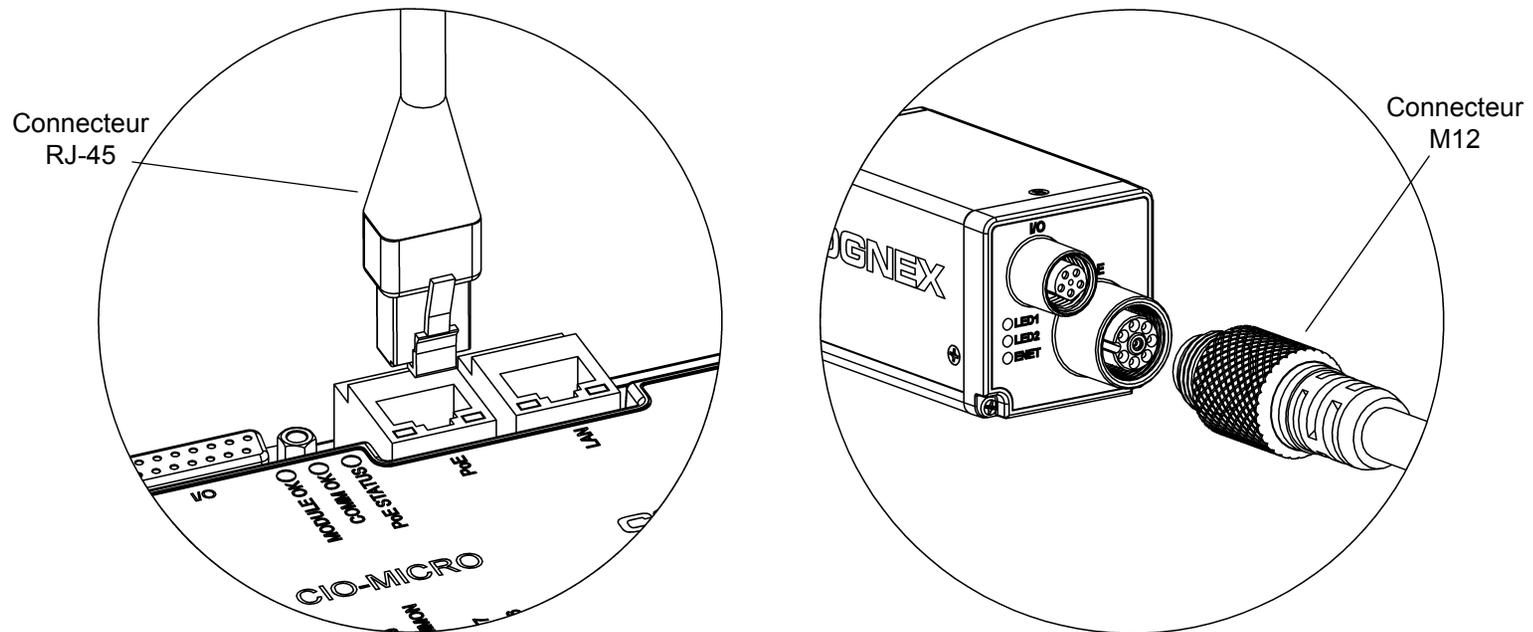
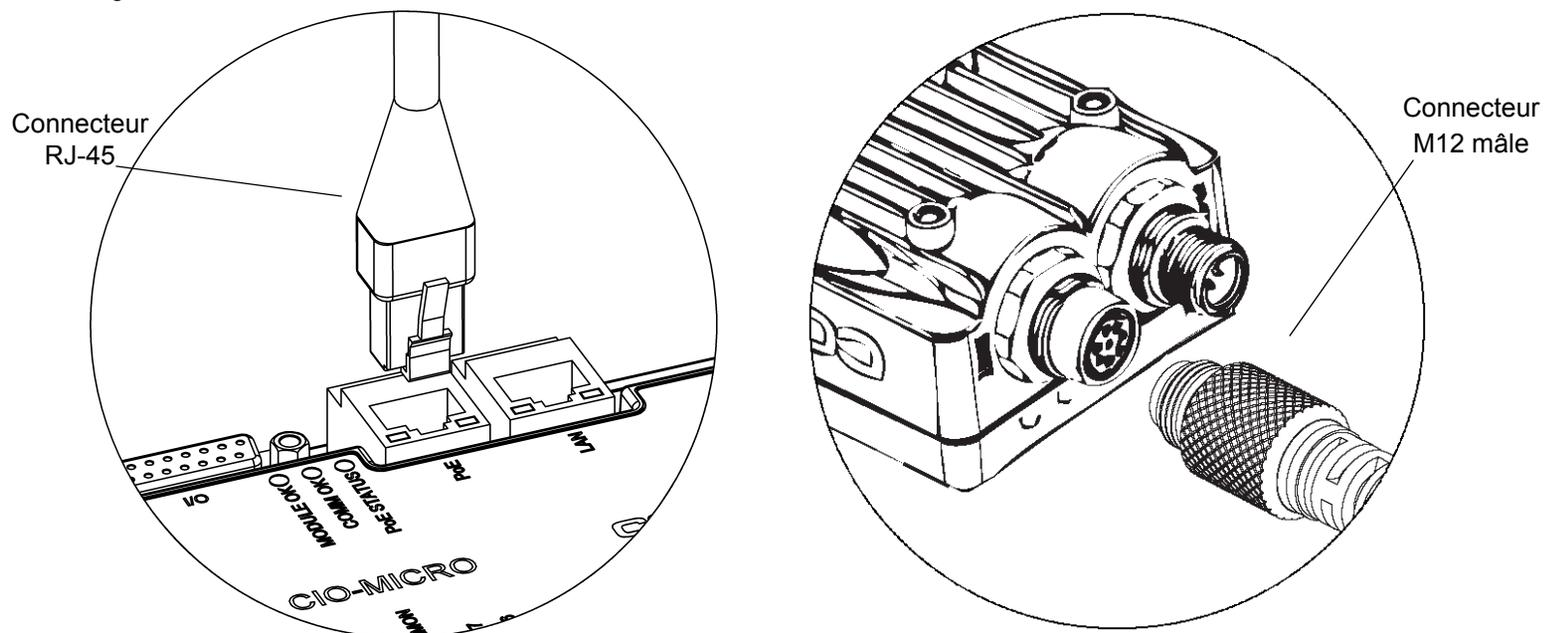

Figure 2-4 : Raccordement du câble Ethernet au module d'E/S et au système de vision Micro
Figure 2-6 : Raccordement du câble Ethernet au module d'E/S et au système de vision série 5600
- a. Alimentez et connectez le système de vision Micro par le biais d'un câble Ethernet en branchant le connecteur RJ-45 du câble Ethernet au port PoE RJ-45 du module d'E/S, comme indiqué sur la Figure 2-4, et en insérant le connecteur M12 à raccord du câble Ethernet dans le port PoE du système de vision In-Sight Micro, comme indiqué sur la Figure 2-4.
- a. Insérez le connecteur RJ-45 du câble Ethernet dans le port PoE RJ-45 du module d'E/S, comme indiqué sur la Figure 2-4, et insérez le connecteur M12 mâle à raccord du câble Ethernet dans le port Ethernet du système de vision In-Sight série 5600, comme indiqué sur la Figure 2-6.